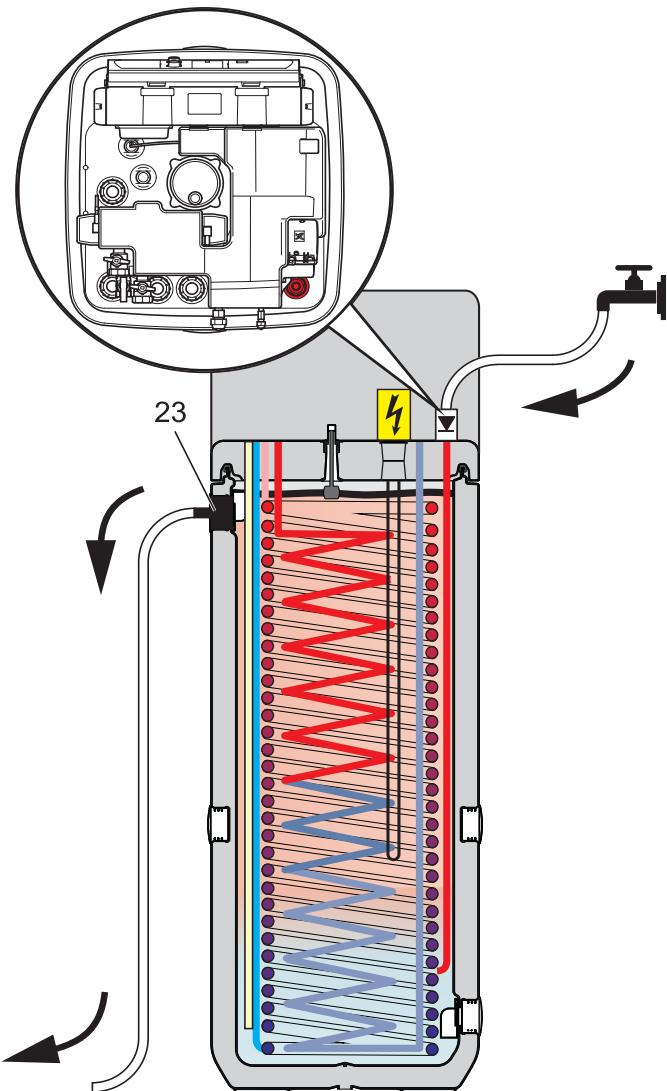

Bild 7-4 Befüllung Pufferspeicher - ohne Solar-System
- **Füllschlauch** mit Rückflussverhinderer (1/2") **an den Anschluss "DrainBack Solar - Vorlauf"** (siehe Bild 7-4, **Pos. 1**) anschließen.
- Speicherbehälter der ROTEX HPSU compact **befüllen bis Wasser an dem Anschluss** (Bild 7-4, **Pos. 23**) austritt, welcher **als Sicherheitsüberlauf** angeschlossen wurde.